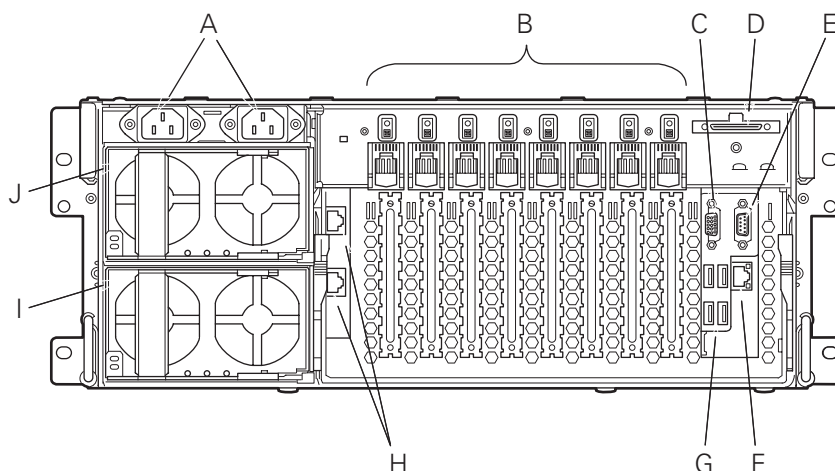

Figure 5. Eléments fonctionnels du dos de châssis
La figure 5 présente les éléments fonctionnels qui sont situés sur le panneau arrière du châssis et qui comprennent le module d'E/S, les unités d'alimentation électrique et les connecteurs accessibles à l'utilisateur.
1. L'écran de contrôle au port vidéo (C sur la figure 5)
2. Le clavier au port USB port (G sur la figure 5)
3. La souris au port USB (G sur la figure 5)
2. Raccorder les embouts femelles des deux cordons d'alimentation en c.a. dans les prises au dos du châssis (A sur la figure 5).